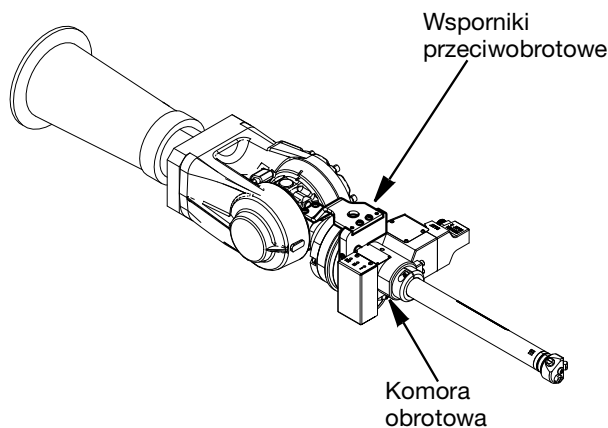

FIG. 3
Po zamontowaniu pistoletu Switch 3D do robota wsporniki przeciwoobrotowe muszą zostać przymocowane do obudowy obrotowej (619) i do punktu mocowania na robocie za pomocą śrub z łbem sześciokątnym. Dokładne dopasowanie wsporników przeciwoobrotowych zależy od wykorzystywanego robota i zestawu. Patrz przykład instalacji na FIG. 3 oraz numery części komory obrotowej na stronie 32.